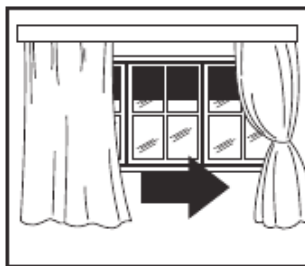

Рис. 25
2. Защитите помещение от прямого воздействия солнца, частично закрыв шторы и/или жалюзи, чтобы исключить лишние теплотери при работе прибора (рис. 25).